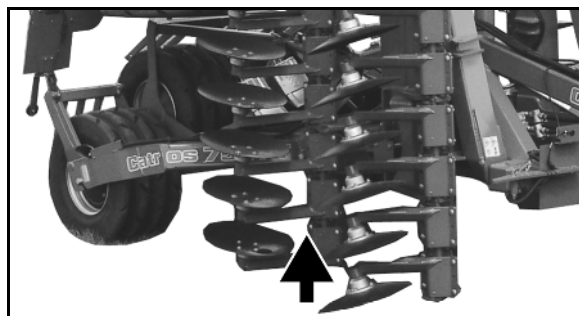

Fig. 69
- Sikringspal låst op Fig. 69).